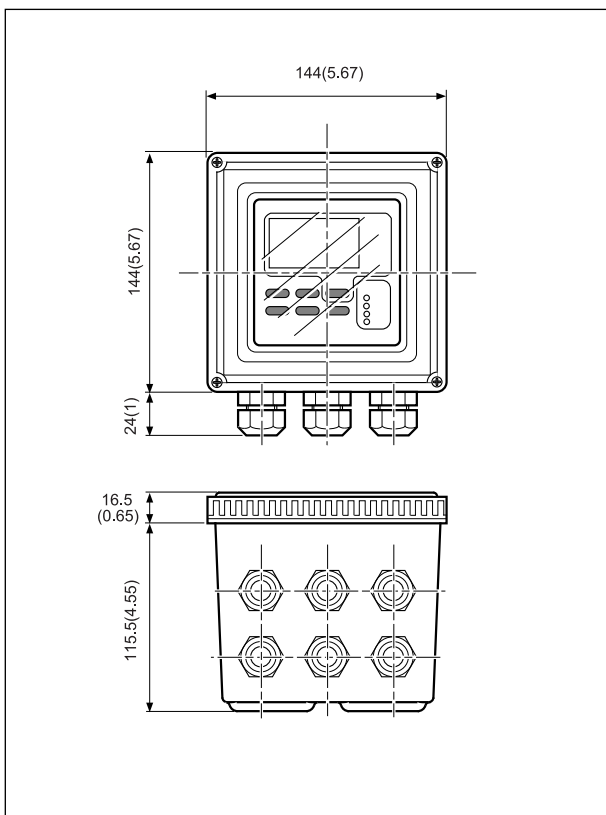

Рисунок 3-1. Размеры корпуса и расположение уплотнителей
- Имеется доступ к кабельным уплотнителям (см. Рис. 3-1)